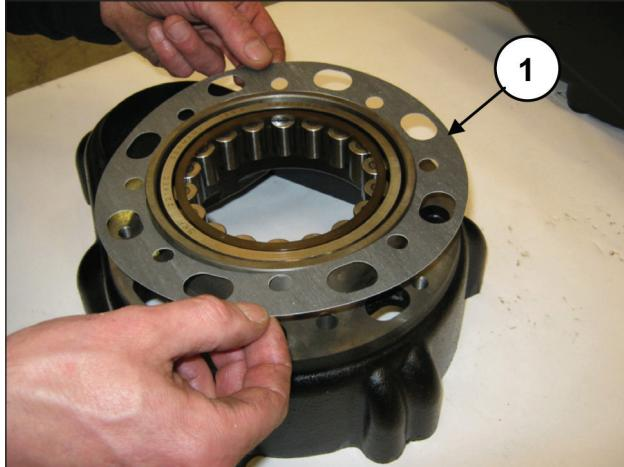
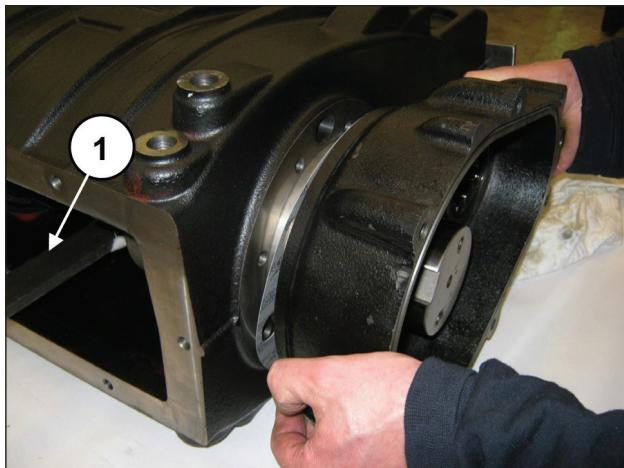

Fig. 63
Fig. 64
De l'autre côté, insérer le joint latéral sur le boîtier du réducteur (rep. ①, Fig. 63) et soulever le vilebrequin pour faciliter la mise en place du cache (rep. ①, Fig. 64).